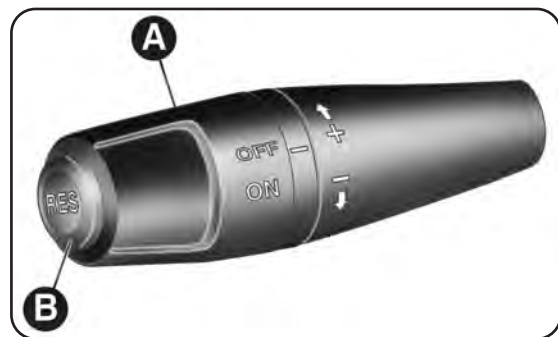

fig. 43
Gire la corona A-fig. 43 a ON. El dispositivo no se puede activar en 1ª velocidad o en marcha atrás, sin embargo le aconsejamos activarlo con marchas iguales o superiores a la 5ª.
- gire la corona A-fig. 43 a ON y pise el acelerador hasta alcanzar la velocidad deseada para el coche;
- pulse el botón RES (B-fig. 43).
- gire la corona A-fig. 43 a la posición OFF;
En caso de funcionamiento defectuoso o de avería en el dispositivo, gire la corona A-fig. 43 a OFF y acuda a los Servicios Autorizados Alfa Romeo.